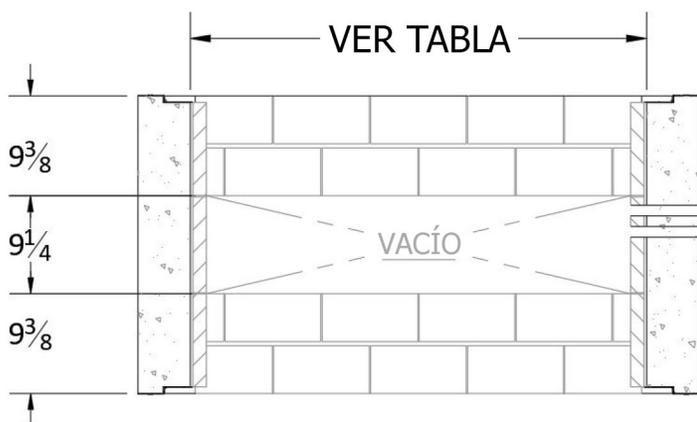

FIGURA 56
- 4) Los hogares Maximus Linear tipo See-Thru de 48" y 72" (82L48ST & 82L72ST) requerirán el ISF36/60LB (respectivamente): La tubería de suministro de gas para estos modelos debe terminar a no menos de 3" de la pared lateral. (Figura 56, 57, 58)
- 5) Los hogares Maximus Linear de frente abierto de 96" y 120" (82L96ST & 82L120ST) requerirán el ISF72/96LB (respectivamente): La tubería de suministro de gas para estos modelos debe terminar a 3" del centro de la cavidad. (Figura 56, 57, 58)